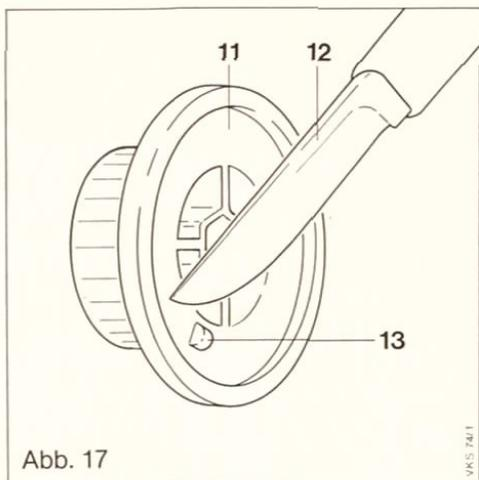

Abb. 17
- Drehknopf (11) des Kesseltemperaturreglers abnehmen. Abb. 17.
- Anschlagnocken (13) am Drehknopf (11) mit geeignetem Werkzeug (12) entfernen.
- Drehknopf (11) am Kesseltemperaturregler wieder anbringen.